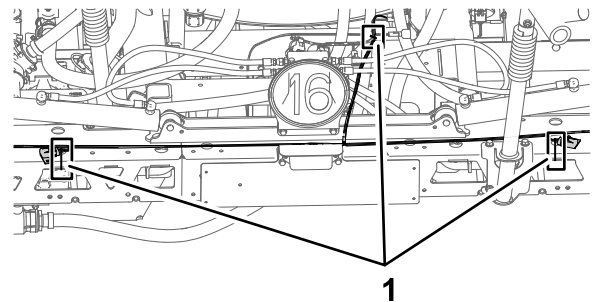

Figura 60
- Fissate il cavo del cablaggio preassemblato, la diramazione di 89 cm del cablaggio preassemblato, la diramazione di 71 cm (28") del cablaggio preassemblato con 3 fascette per cavi, come illustrato nella Figura 60.